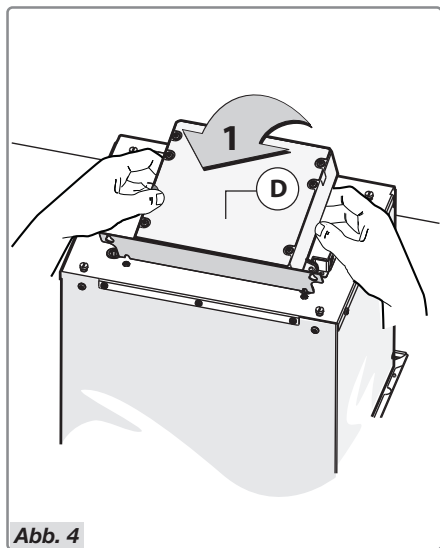

Abb. 4
- Bringen Sie vor der Installation der Abzugshaube die Elektroeinheit in eine aufrechte Position (Abb. 4).